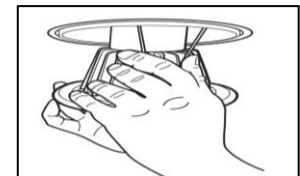

Figure 6
3. Dès que toutes les connexions sont terminées, pressez chaque paire de ressorts de torsion et insérez-les dans les supports du dispositif. Relâchez les ressorts et poussez délicatement la garniture dans le dispositif jusqu'à ce qu'elle affleure le plafond. (Figure 6)
5. Dès que toutes les connexions sont terminées, pressez chaque paire de ressorts de torsion et insérez-les dans les supports du dispositif. Relâchez les ressorts et poussez délicatement la garniture dans le dispositif jusqu'à ce qu'elle affleure le plafond. (Voir Figure 6)